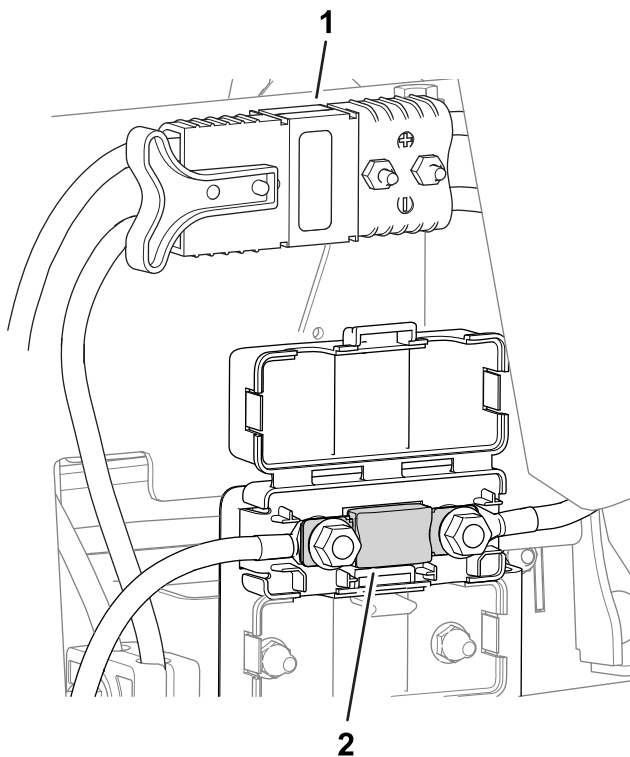

Bild 45
- Die Sicherung für das elektrische System befindet sich unter den Hauptstromanschlüssen (Bild 45).